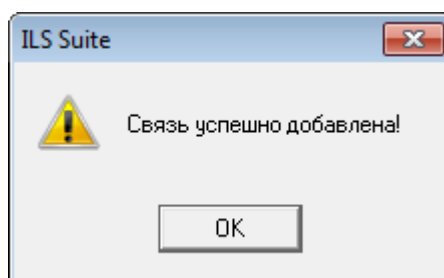

Рис. 14-21 – Связь бюллетеня с экземпляром ФИ добавлена
4) Отображается диалоговое окно для подтверждения создания связи. Нажать кнопку «Да» – в результате будет установлена связь между бюллетенем и компонентом (рис. 14-21).